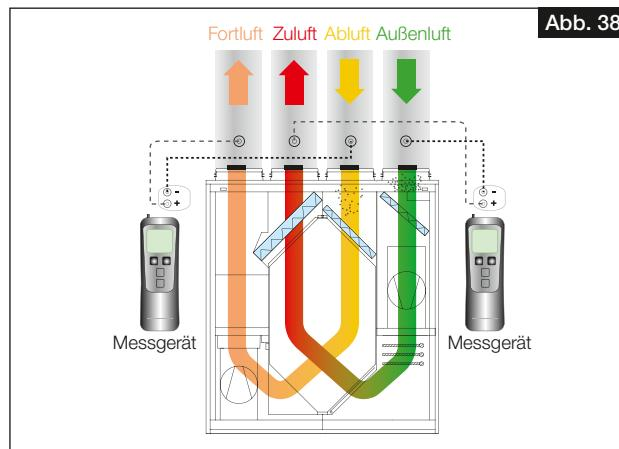

Abb. 38
- Druckmessstutzen in der Zu- und Abluftleitung sowie der Fort- und Außenluftleitung des Gerätes installieren (s. Abb. 38).
① Ca. 20 cm gerade Beruhigungsstrecke zum Messstutzen einhalten!